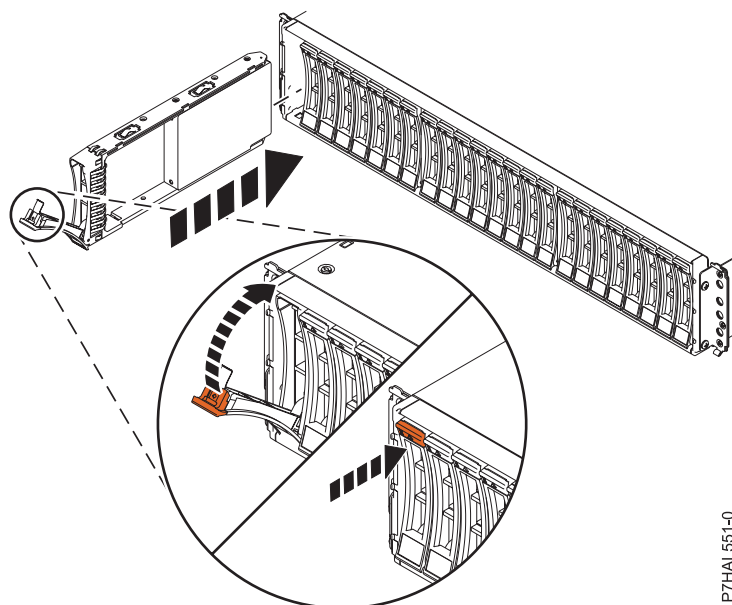

Figura 2. Instal·lació de la unitat de disc a Allotjament de la unitat de disc 5887
1. Amb la nansa en posició desbloquejada, tal com es mostra a Figura 2 a la pàgina 9, aguanteu la part inferior de la unitat mentre l'alineu amb les guies a la unitat d'expansió.